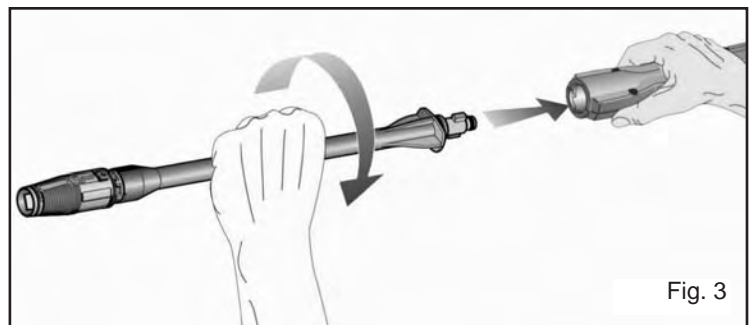

Fig. 3
6. Introduzcan el lanzador en la unión rápida empujando enérgicamente y luego girando el lanzador $\frac{1}{4}$ de vuelta para bloquearlo en su lugar. (Fig. 3)